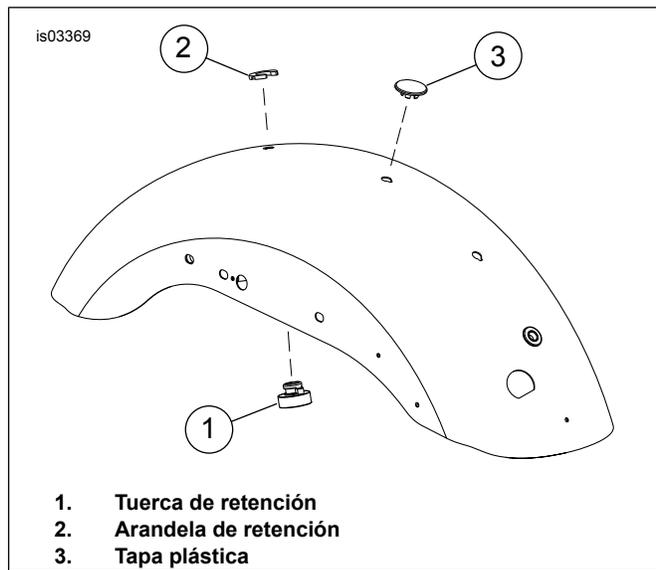
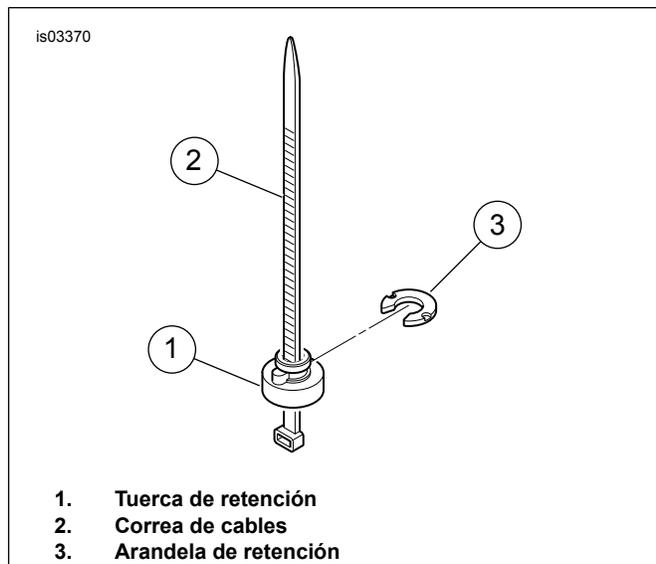

Figura 3. Tuerca de retención y tapa plástica (asientos para dos pasajeros)
Figura 4. Instalación de la tuerca de retención
5. Vea Figura 3. Instale la tuerca de retención (1) y la arandela (2) en el agujero trasero del guardabarros.
- a. Vea Figura 4. Coloque la tuerca de retención (1) sobre la correa de cables (2) para que el extremo ancho de la tuerca quede sobre el ojal de la correa de cables.
- d. Con el reborde de refuerzo de la tuerca de retención asentado en la muesca en el agujero del guardabarros, desde atrás deslice la arandela de retención (3) a su lugar. Esto asegurará la tuerca de retención en su lugar.
6. Vea Figura 3. Instale la tapa de plástico en el agujero central del guardabarros.